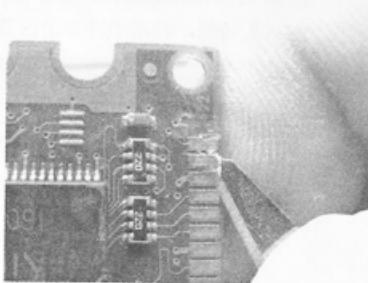

图 4-8 割取金手指
(2) 从报废的卡上用壁纸刀割下同样的金手指, 如图 4-8 所示。